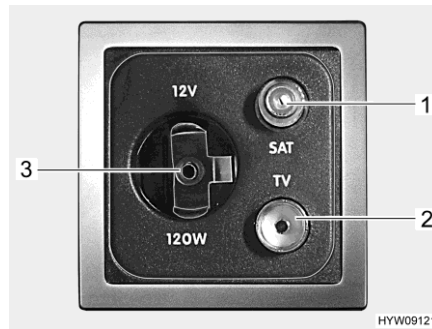

Bild 59 Uttag (extern parabolantenn)
- Sätt i den externa parabolantennens anslutningskabel i SAT-uttaget (Bild 59,1).